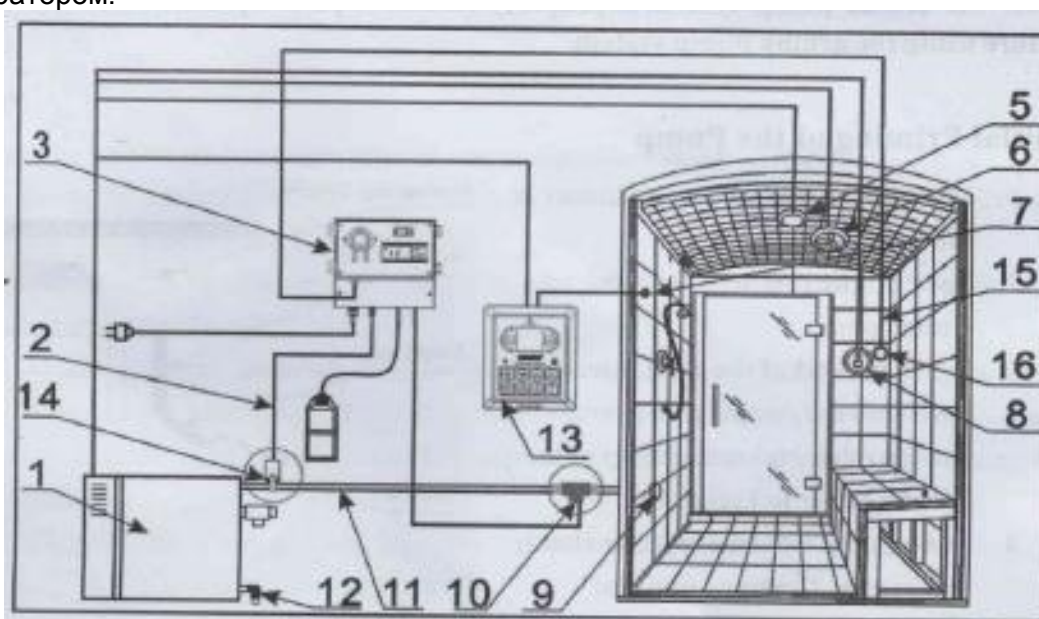
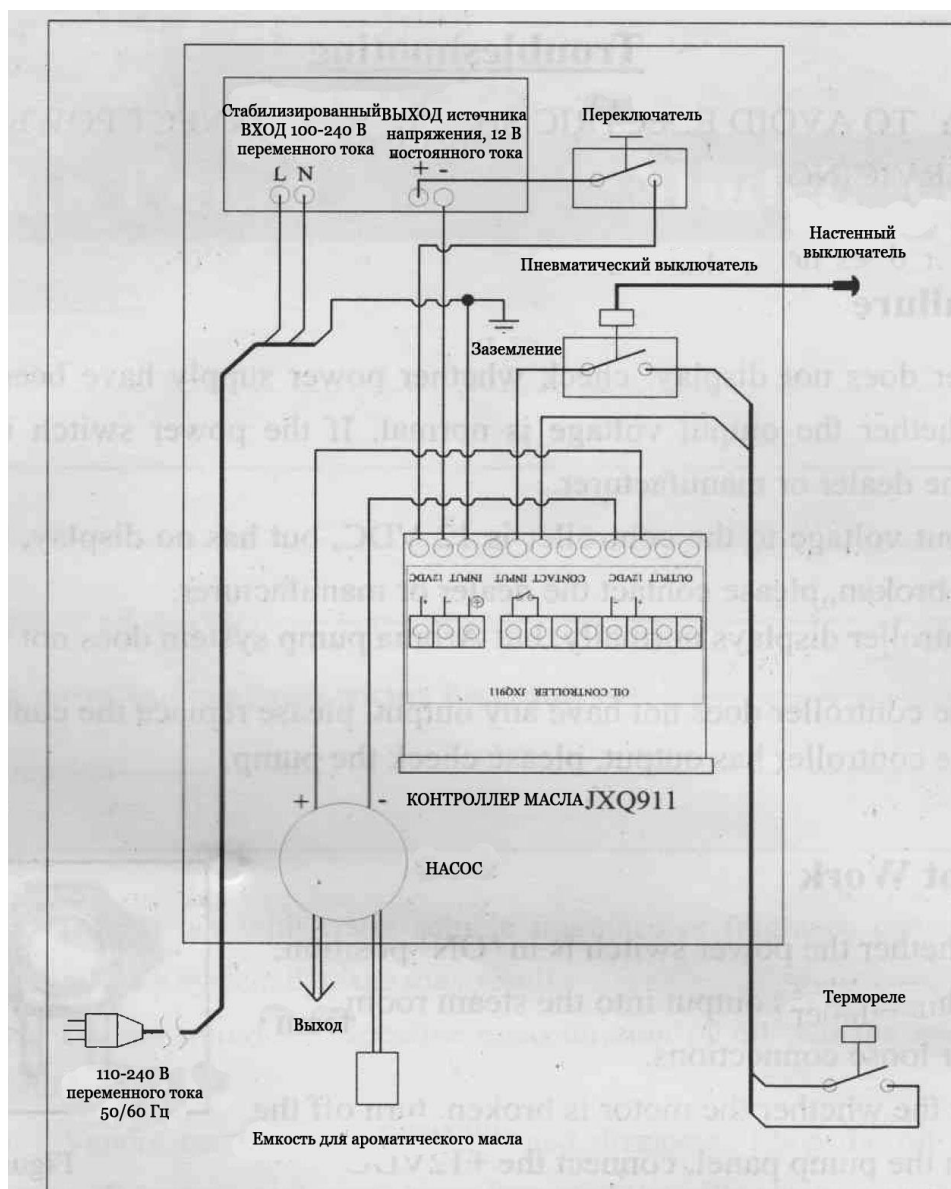

Рисунок 7 Управление системой насоса для ароматического масла с помощью пневматического выключателя
Рисунок 12 Схема подключения системы насоса для ароматического масла при управлении с помощью настенного выключателя
1. Закрепите реле температуры на медном паропроводе, используя металлические стяжки, входящие в комплект изделия. См. рис. 7.
Если парогенератор не имеет функции управления системой насоса для ароматического масла, установите пневматический переключатель и реле температуры, входящие в комплект системы насоса для ароматического масла, см. рис. 7 и рис. 12.